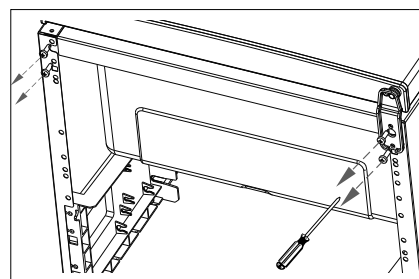

Fig. 2
- ▶ Desserrez les deux vis de la charnière inférieure à l'aide d'un tournevis cruciforme (fig. 2).